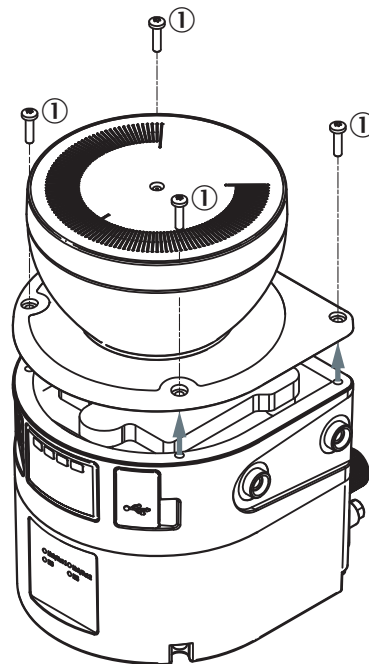

Abbildung 79: Befestigungsschrauben der Optikhaube
13. Neue Befestigungsschrauben ansetzen, siehe Abbildung 79, Seite 131.